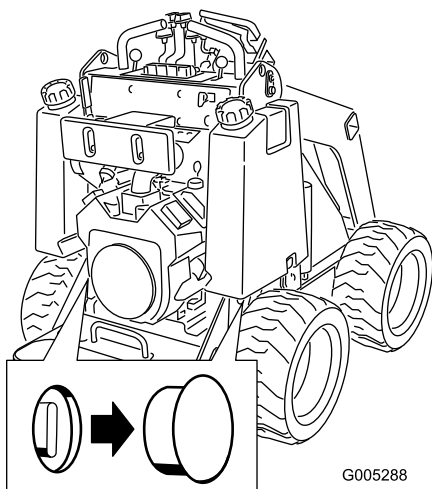

Figura 10
2. Retire el tapón que cubre cada válvula de remolcado (Figura 10).